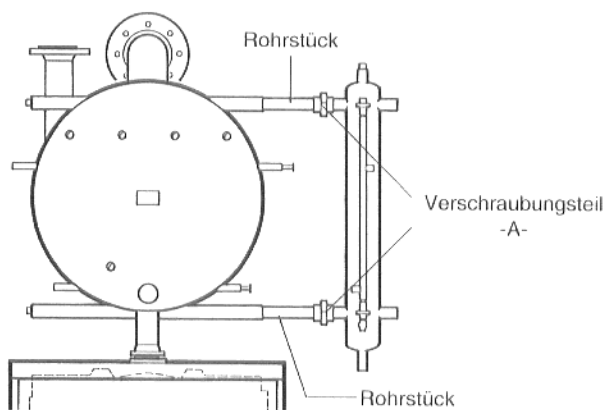

Abb. 16
- **Verschraubungsteil -A-** auf die Rohrstücke (Abb. 16) aufdichten.